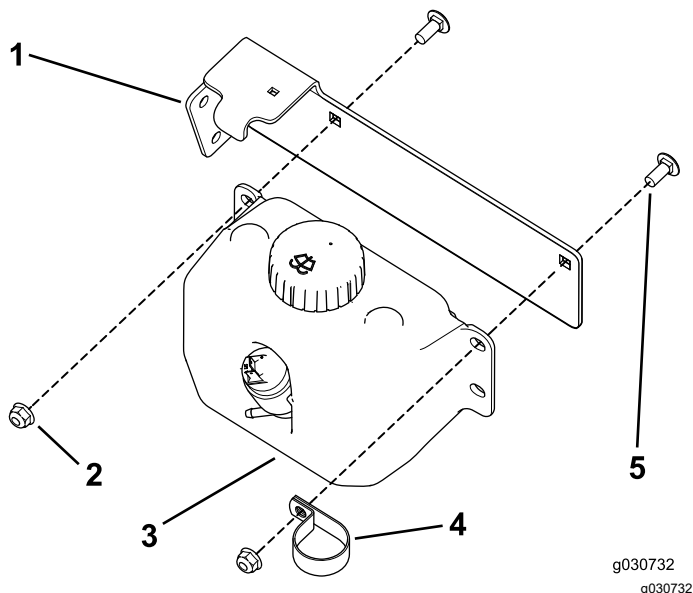

Figura 44
- Utilize dois parafusos de carroçaria (5/16 x ¾ pol.) e duas porcas flangeadas (5/16 pol.) para prender o recipiente do líquido de lavagem e grampo em R à montagem do depósito (Figura 44).